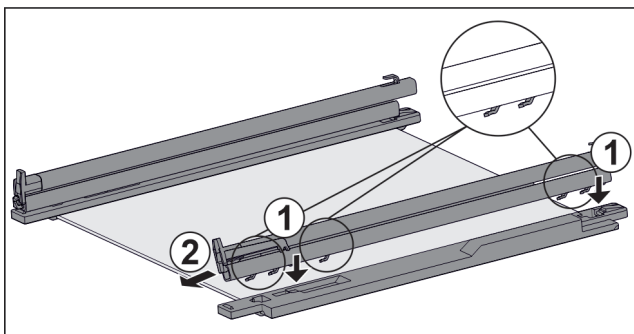

Fig. 48 Steklena plošča z vodili in držalnimi deli
- ▶ Kavelj vodila namestite na odprtine **levga** držalnega dela. Fig. 48 (1)
- ▶ Vodilo potisnite proti sprednji strani. Fig. 48 (2)
- ▶ Kavelj vodila namestite na odprtine **desnega** držalnega dela. Fig. 48 (1)